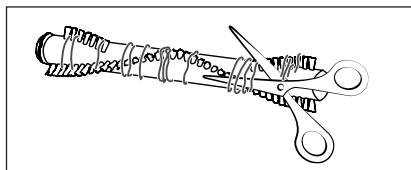

Fig. 26
- 4) Klip trævler og hår langs børsterne til børsterullen (21) igennem med en saks (se fig. 26). Fjern trævler og hår fra børsterullen (21).